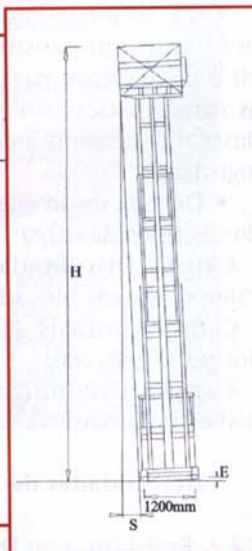

Figura 3
- O piso deve estar dentro da tolerância das planícies especificadas pelos fabricantes dos veículos e não interferir com os porta-paletes (ver Figura 3).
bricantes dos veículos e não interferir com os porta-paletes (ver Figura 3).
- A irregularidade dos pisos pode afetar o desempenho dos veículos e inclinação das empilhadeiras (ver Figura 3).